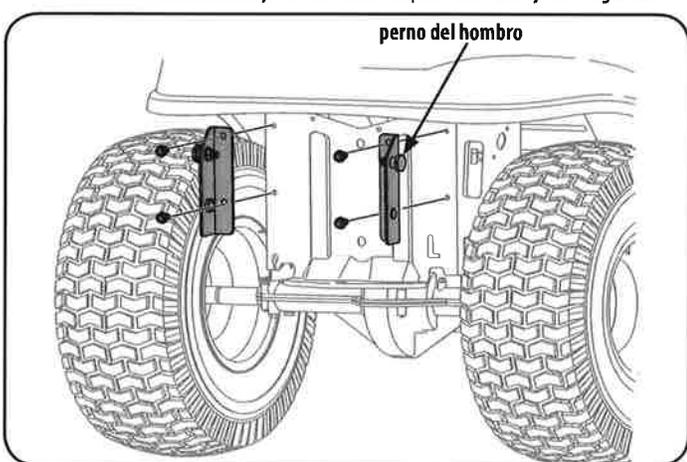

Figura 30
3. Montar los soportes a su tractor utilizando cuatro tornillos de cabeza hexagonal de rosca cortante se incluyen con el kit de soporte de montaje. Ver Figura 30.